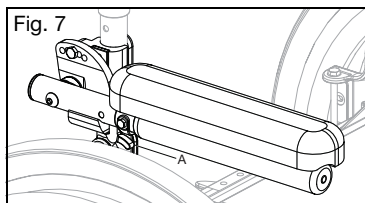

Fig. 7
- Trykk utløserspaken (fig. 7:A) opp for å løsne armlenet